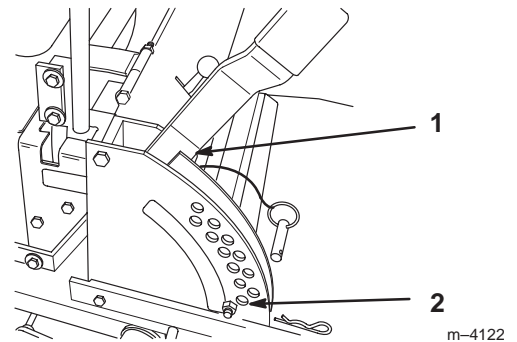
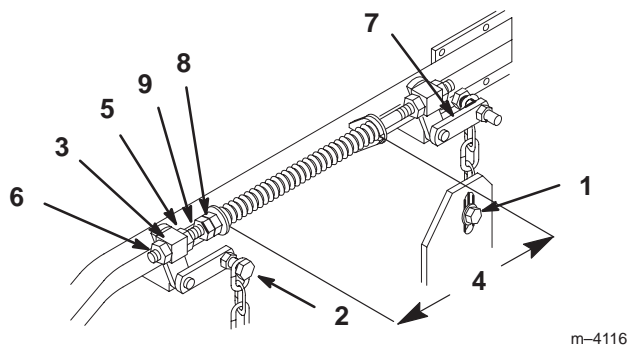

Figure 49
Figure 50
4. Relevez le plateau de coupe en position de transport (Fig. 49). Détendez les deux grands ressorts de levage du plateau en desserrant autant que possible l'écrou de blocage et l'écrou avant, devant chaque ressort (Fig. 50).
5. Placez 2 cales épaisses (35 mm [1-3/8"]) sous les bords inférieurs arrière gauche et droit de la tondeuse. Placez 1 cale (44 mm [1-3/4"]) sous le bord inférieur central avant de la tondeuse, pas sous les supports des galets de protection. Sélectionnez la hauteur de coupe de 38 mm (1-1/2") (Fig. 49).
6. Desserrez le boulon de chaîne inférieur dans la fente à l'arrière du plateau de coupe. Répétez la procédure de l'autre côté (Fig. 50).
7. Desserrez l'écrou de blocage avant et arrière de chaque côté du pivot avant. Continuez de desserrer jusqu'à ce que les chaînes avant soient desserrées et que le plateau repose sur les cales. Répétez la procédure de l'autre côté (Fig. 50).
8. Quand la visserie est desserrée, la tension encore présente dans les grands ressorts de soutien a tendance à faire tourner la poignée de levage du plateau de coupe vers le haut et à lui faire quitter la position de 38 mm (1-1/2"). Appuyez fermement sur le bras de support arrière du plateau pour ramener la poignée de levage à cette position (Fig. 50).
9. Tout en continuant d'appuyer sur le bras de support arrière du plateau de coupe, tendez la chaîne arrière et serrez la visserie inférieure (Fig. 50). Vous pouvez maintenant relâcher le bras de support arrière. Répétez la procédure de l'autre côté.
14. Déplacez le levier de relevage du plateau de coupe à la position de transport (Fig. 49).
15. Réglez les ressorts de compression en tournant les écrous avant de façon à obtenir un espace de 260 mm (10-1/4") entre les deux grandes rondelles, puis serrez l'écrou de blocage (Fig. 50).